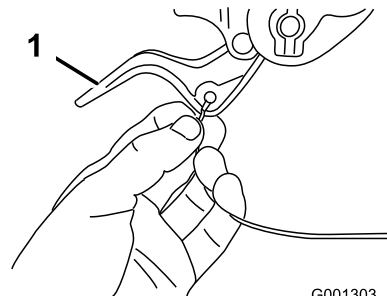

Рисунок 6
2. Проложите левый или правый конец троса над нижней рукояткой и вставьте конец троса в отверстие соответствующего рычага муфты свободного хода (Рисунок 6).